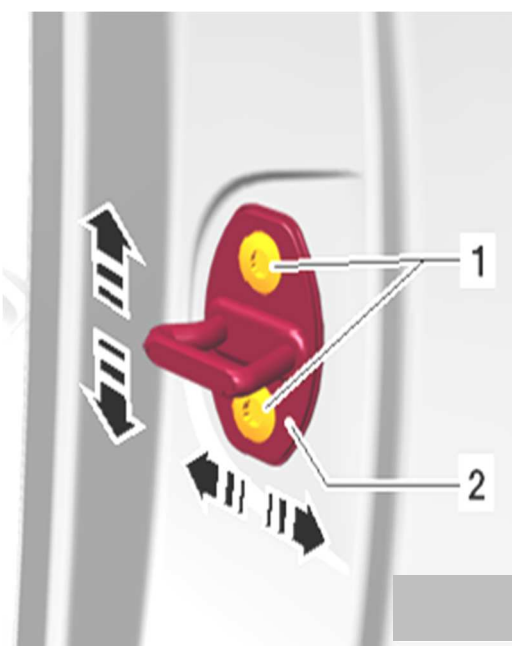

Fig.2
**Verificare dapprima il corretto allineamento dei portelloni.** Nel caso in cui i bordi delle portiere non risultino perfettamente allineati (fig.1,fig3), effettuarne la registrazione attraverso il riscontro/gancio (fig.2) e/o le cerniere. Nel caso di portelloni scaduti, se necessario sostituire le cerniere o eseguirne un rinforzo.